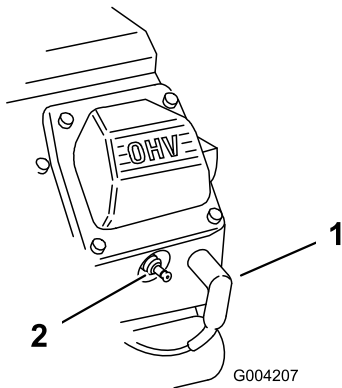

**Figura 153**
2. Staccate il cappellotto dalle candele (Figura 153).